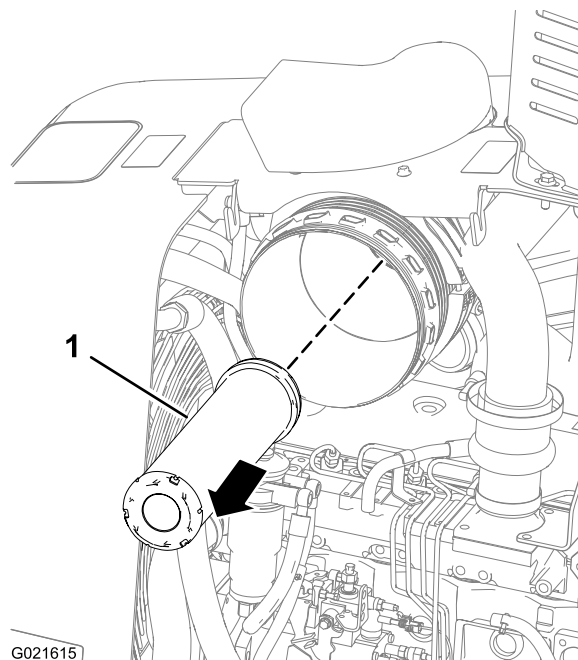

Рисунок 49
Оттяните элемент воздухоочистителя тонкой очистки наружу и извлеките его из корпуса воздухоочистителя. (Рисунок 49).
4. Вставьте новый элемент воздухоочистителя тонкой очистки в корпус воздухоочистителя (Рисунок 49).